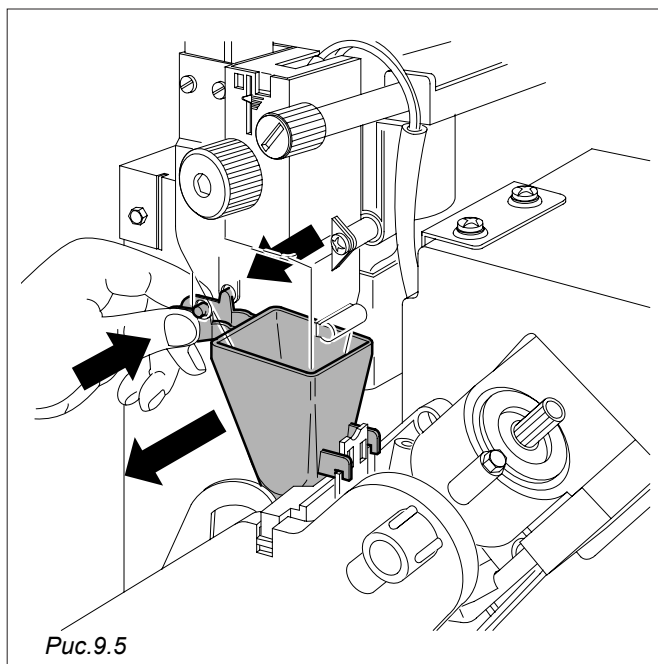

Рис.9.5
- воронка для кофе и лоток (Рис. 9.5)